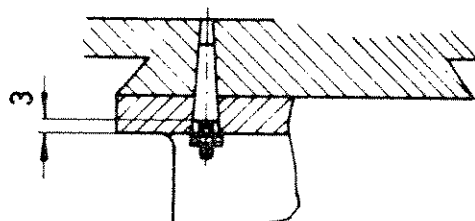

Bild 9
- 3.) Mit elektrischer Handbohrmaschine die im Flansch angebrachte Bohrung $5,5 \text{ } \varnothing$ im Spindelkasten abbohren (durchbohren). Mit Kegelreibahle $5,5 \text{ } \varnothing$, Kegel $1:50$ Bohrungen soweit ausreiben, bis Kegelstift 3 mm tiefer als Aussenkante sitzt, dies ist unbedingt notwendig, damit derselbe ohne Hilfsmittel wieder abgezogen werden kann. Durch Sechskantmutter M 6, siehe Bild 9